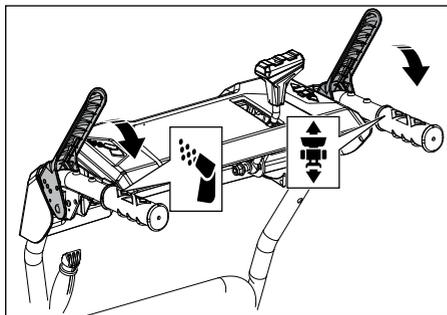

Рис. 24
3. Для включения шнека нажмите рычаг слева (рис. 24), шнек начнет вращаться. Отпустите рычаг, и шнек остановится. Будьте внимательны: после отпускания рычага шнек может вращаться еще некоторое время по инерции.
5. Для включения привода колес нажмите на рукоятку справа (рис. 24), машина начнет двигаться в заданном направлении. Отпустите рычаг для остановки машины. Будьте предельно внимательны при движении машины назад.